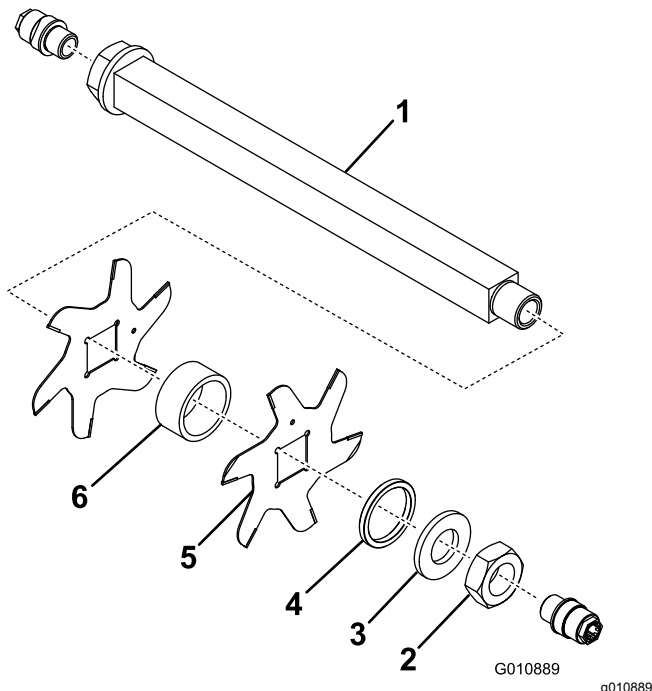

图14
3. 依次取下小隔片、垫圈、刀片以及大隔片。清洁该方形轴然后涂抹上一薄层润滑脂进行润滑使组装更加容易 图14。